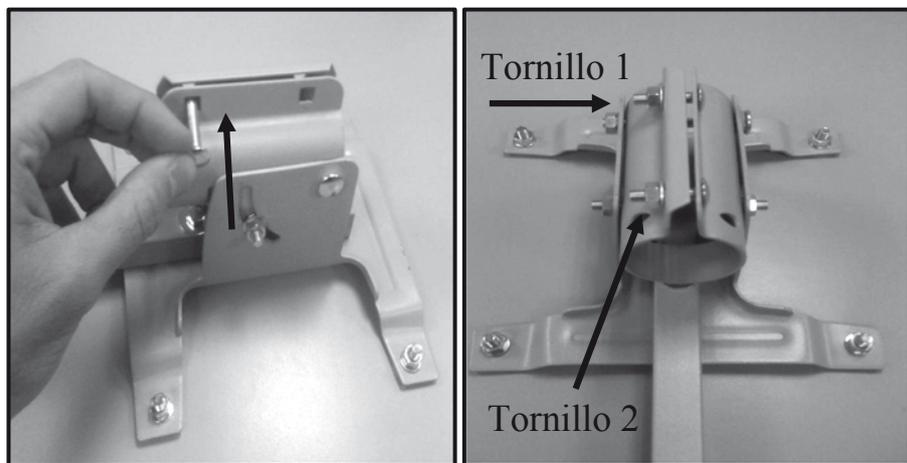

Imagen10. Instalación de Tornillos en Abrazadera.
Colocar dos (2) tornillos de cabeza redonda 1/4*25 en la abrazadera. Estos tornillos se introducen por el lado de la abrazadera donde los huecos son cuadrados como se ve en la Imagen 10, se coloca la arandela y la tuerca y se enrosca la tuerca hasta el metal sin apretarla.